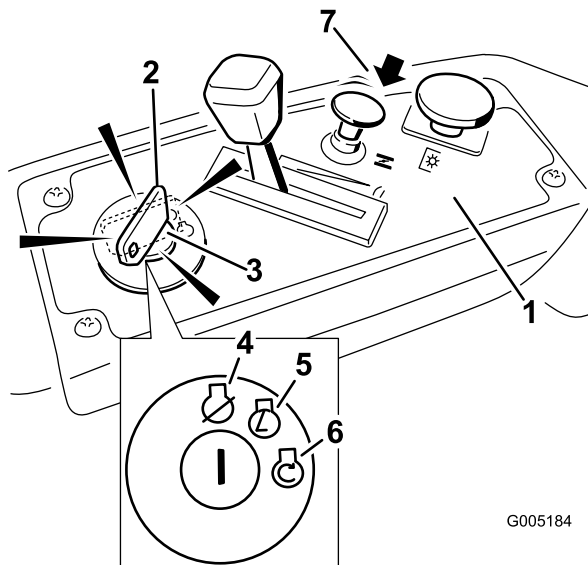

Figura 13
- Gire la llave de contacto a Arranque para activar el motor de arranque. Cuando el motor arranque, suelte la llave (Figura 13).
- Cuando el motor haya arrancado, empuje el control del estérter hacia abajo (Figura 13). Si el motor se cala o funciona irregularmente, tire hacia arriba del control del estérter y deje funcionar el motor durante unos segundos. Luego empuje el control del estérter hacia abajo. Repita este procedimiento tantas veces como sea necesario.
- Gire la llave de contacto a la posición Desconectado (Figura 13) y retire la llave.